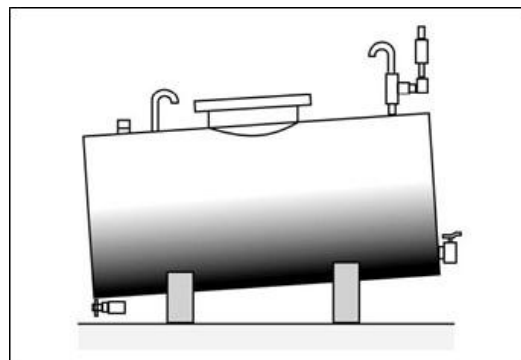

Fig. 229 - POSITION DE LA CITERNE DE RÉSERVE
5. Le robinet de sortie doit être situé à environ 75 mm au-dessus du fond de la citerne pour permettre à l'eau et aux boues de se déposer. Il doit être pourvu d'une grille amovible. La citerne doit être inclinée d'environ 4 cm par mètre en arrière (côté vis de vidange) (fig. 229).